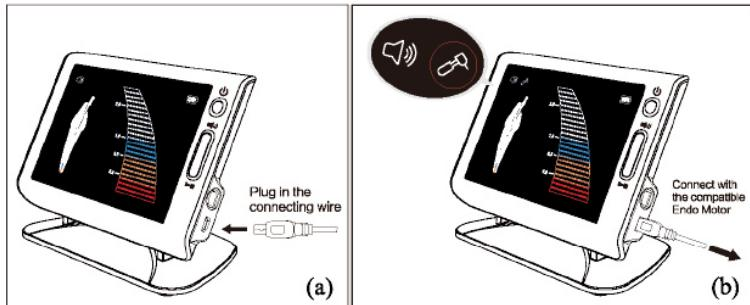

Imagen 10
3.3.1 Enchufe un extremo de la l nea USB en la toma USB en el lado derecho del dispositivo y conecte el otro extremo con un motor Endo compatible como se muestra en la Imagen 10 (a). No hay diferencia entre esos dos extremos.
Como se muestra en la Imagen 10 (b), cuando el  cono de Contra- ngulo est  encendido, el dispositivo y Endo Motor pueden comunicarse normalmente, de modo que la funci n 2 en 1 se puede realizar en Endo Motor.